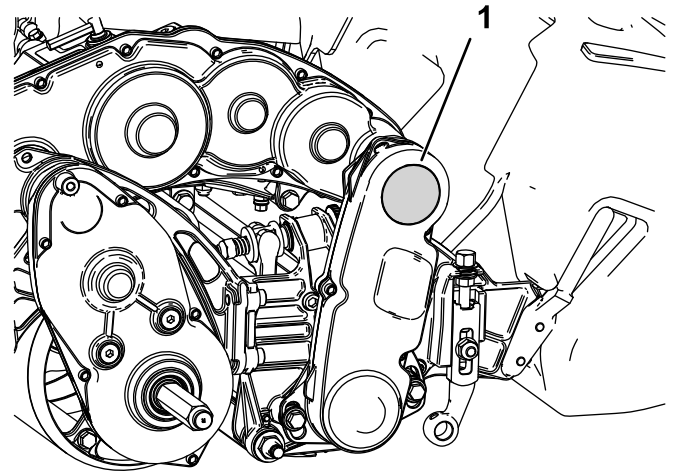

Figure 5
1. Déposez l'obturateur au sommet du système d'entraînement du cylindre (Figure 5).